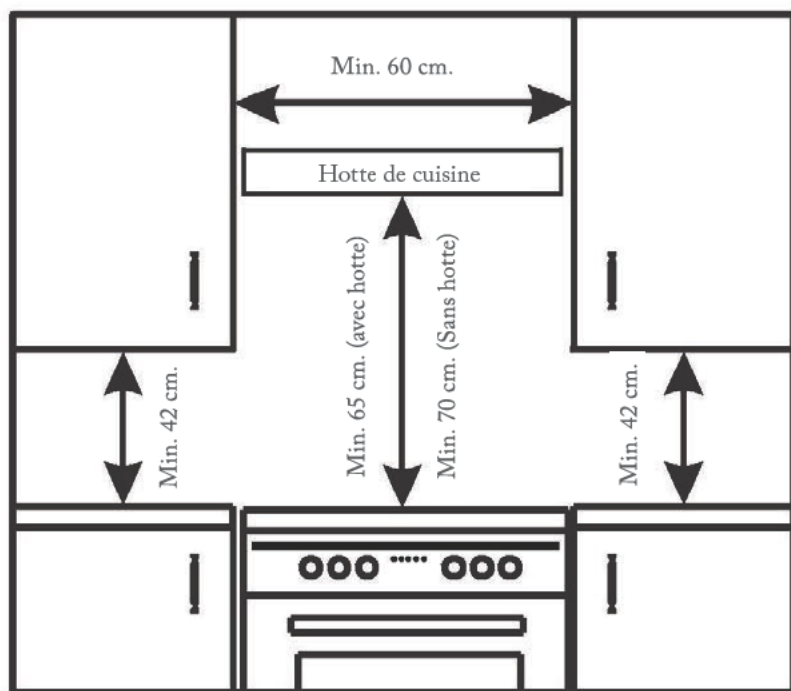

Figure 1
- d. Placez les meubles muraux adjacents à la hotte à une hauteur minimale de 42 cm des plaques de cuisson comme indiqué dans la figure 1.
- f. Si la cuisinière est installée sous un meuble mural, ce dernier doit être situé à au moins 70 cm des plaques de cuisson comme indiqué en figure 1.
- g. La découpe pour le meuble de la cuisinière doit avoir les dimensions indiquées dans la figure 1.